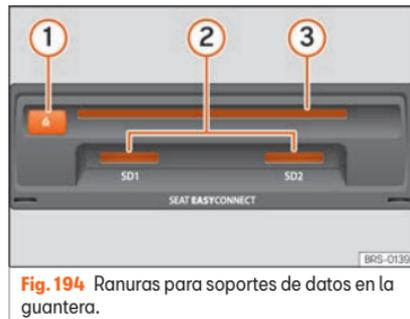

Fig. 194 Ranuras para soportes de datos en la guantera.
- Inserte un CD en la ranura »» fig. 194 ③ hasta que el equipo lo introduzca automáticamente.
Introducir la tarjeta de memoria compatible con la esquina recortada primero y con la rotulación hacia arriba (contactos hacia abajo), en la ranura »» fig. 194 ② o »» fig. 171 ⑨, hasta que encastre.